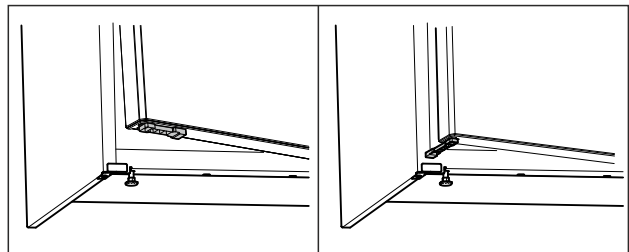

Fig. 68 *
- Rotiți limitatorul de deschidere a ușii cu 90°. (vezi Fig. 68) *